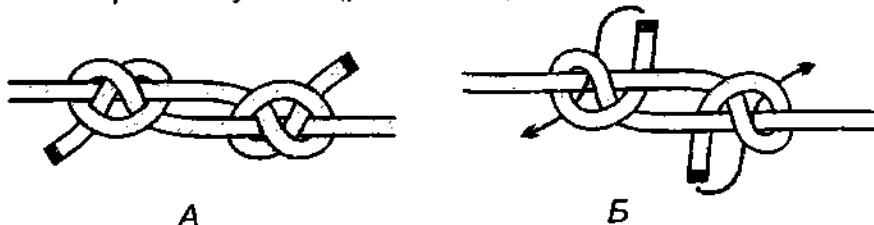

Рис. 795. А – *богатырский узел*; Б – *богатырский узел* – это *упряжный узел* с продетыми под калышку ходовыми концами.
*Богатырский узел* – это два затягивающихся обратных штыка, работающих по принципу *самозатягивающегося узла* (рис. 795). *Богатырский узел* способен выдержать большую нагрузку, при этом центральное очко может оставаться не затянутым. *Богатырский узел* вяжется из *упряжного узла*, который сам уже является довольно крепким узлом (рис. 795 Б).